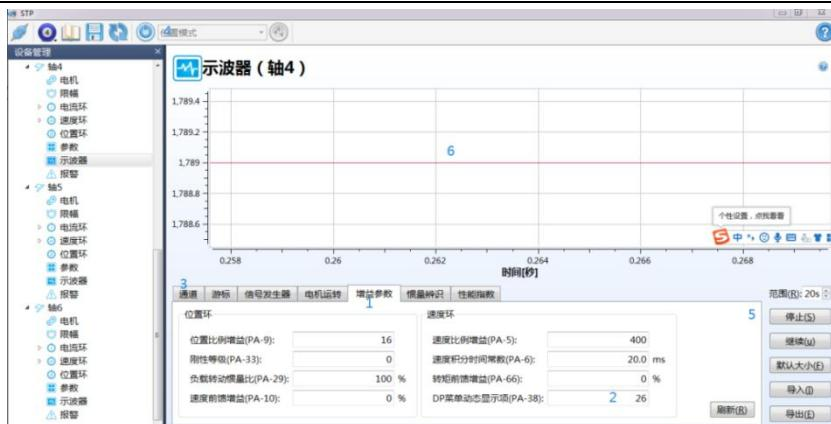

图 12-34 电机零点识别步骤
将“参数”的 PA4 改为 13（锁零模式）后保存重启，切换到“示波器”，再把 PA38 改为 26（零点偏移值，单位 0.1° ），“通道”监控“用户设定 3 (14)”，点击“使能”按钮，点击“开始”按钮，驱动开始识别电机零点，STP 软件会生成一条波形，此波形对应的纵坐标值为零点偏移值，带入公式计算后便可得到电机零点，操作步骤如下图 12-34。
如图 12-34，假设电机编码器线数为 17 位，即 131072，极对数为 5，示波器监控零点偏移值为 1789，由于单位是 0.1° ，最终取 178.9，带入公式：